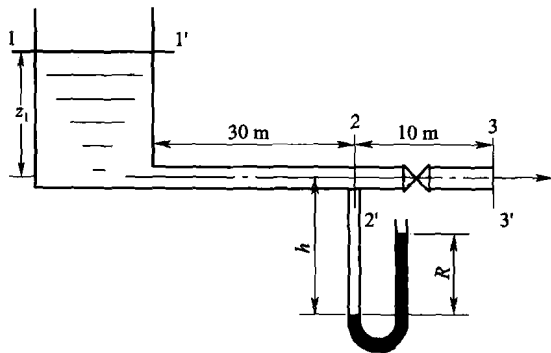

图 1-4
7. 有一水位恒定的水槽,槽的底部连接一 $\phi 76 \text{ mm} \times 3.5 \text{ mm}$ 钢管,如图 1-4 所示。管路上装有一闸阀,在距离管入口端 30 m 处装一 U 形管压差计,指示液为汞。测压点与管路出口端之间的直管长度为 10 m。当阀门关闭时,测得 $R = 500 \text{ mm}$, $h = 1\,200 \text{ mm}$ 。当阀门部分开启时,测得 $R = 300 \text{ mm}$, $h = 1\,100 \text{ mm}$ 。则此时管中水的流量为多少?当闸阀全开时,U 形管压差计的读数为多少?(两种情况摩擦系数均取 0.024。)